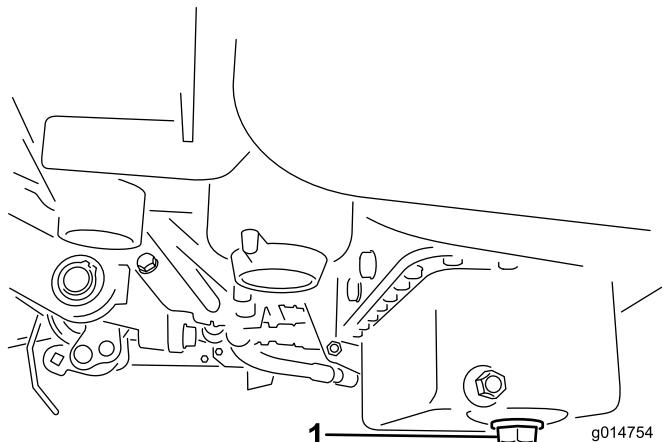

Figura 42
1. Togliete il tappo di spurgo e lasciate defluire l'olio in una bacinella. Quando l'olio cessa di defluire, rimontate il tappo (Figura 42).